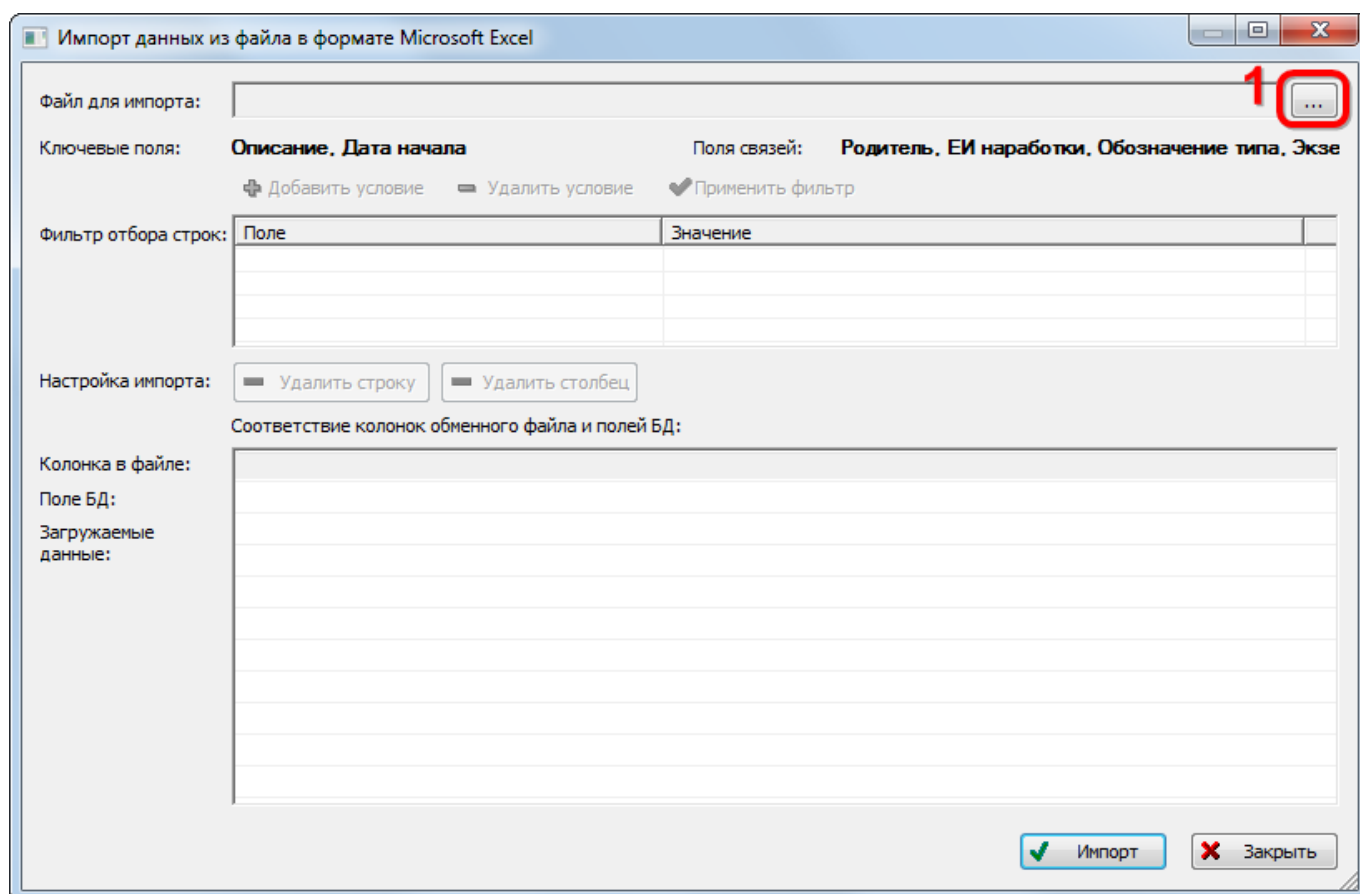

Рис. 13-244 – Окно импорта из файла Excel
3) В результате откроется окно «Импорт данных из файла в формате Microsoft Excel» (рис. 13-244). Описание назначения полей данного окна приведено в пункте 5.4.6 «Панель «Импорт/экспорт»», стр. 58.
4) Нажать кнопку «Выбрать файл на локальном диске» (1 на рис. 13-244). Откроется стандартное диалоговое окно «Открыть» – выбрать в нем нужный файл и нажать кнопку «Открыть».